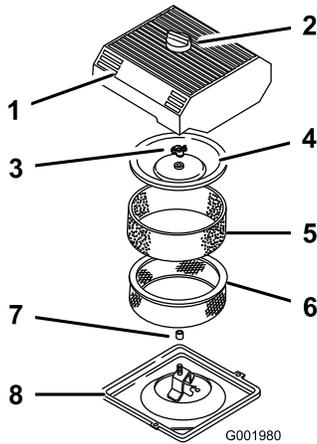

図 37
3. エアクリーナを外したときエンジン内部に異物が入らないよう、周辺をきれいに拭く 図 37。
4. エアクリーナのカバーのノブをゆるめてカバーを外す 図 37。
5. ペーパーエレメントからスポンジエレメントを注意深く取り外す 図 37。
6. カバーナットを外し、カバーとペーパーエレメントを外す 図 37。
1. ペーパーエレメントにスポンジエレメントを注意深く取り付ける **図 37**。
3. カバーナットを取り付けて指締めする **図 37**。
4. エアクリーナのカバーとノブを元通りに取り付ける **図 37**。